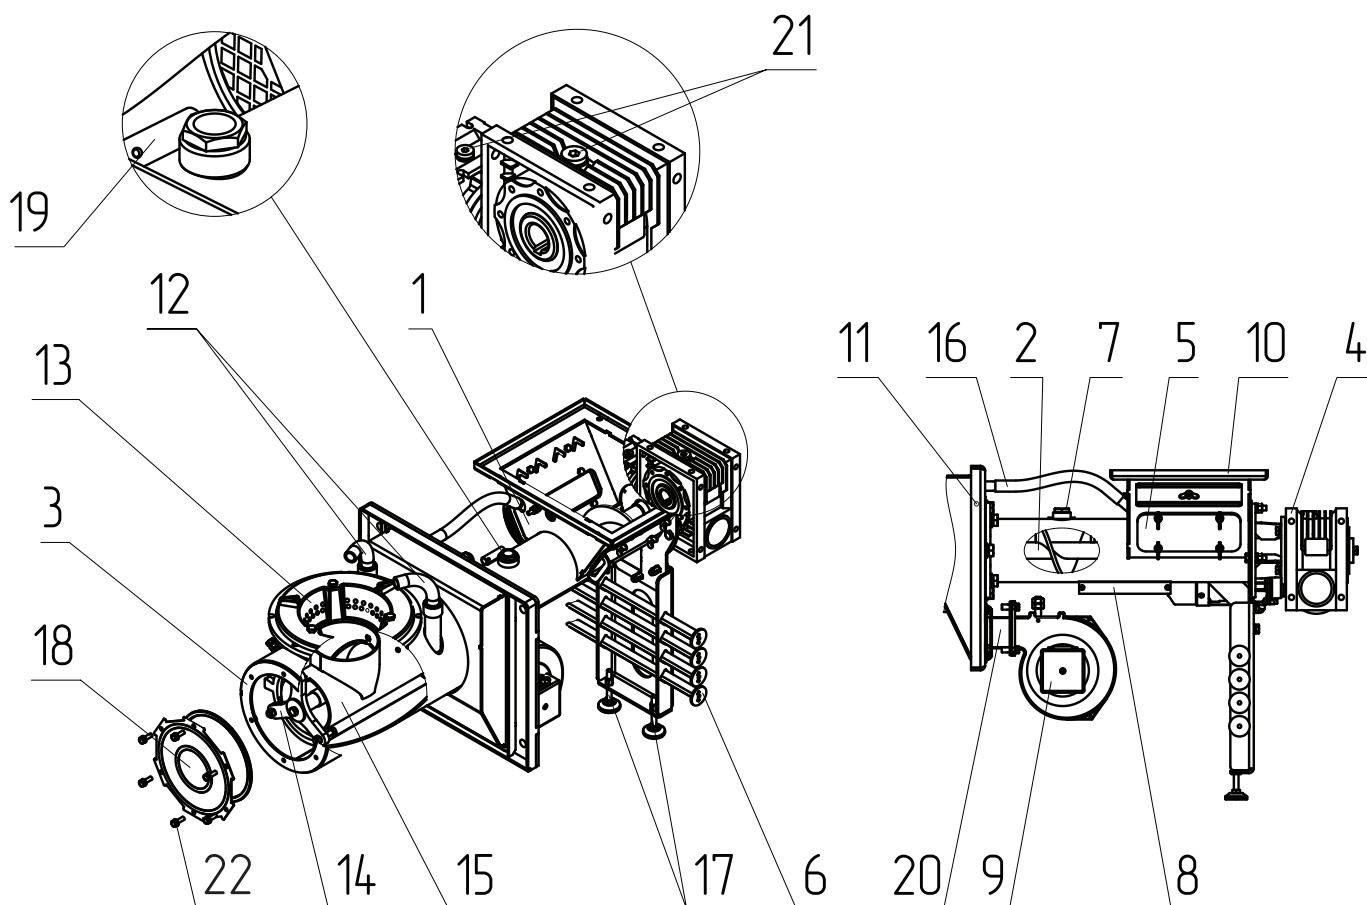

Рис.3 Конструкция механизм подачи топлива с горелкой котла
Для удобного обслуживания механизма подачи на его корпусе предусмотрен узел стоп уголь (**Рис.3, поз.6**) и прочистной лючок (**Рис.3, поз.5**) с помощью которых можно заблокировать подачу топлива из топливного бункера в механизм подачи и очистить механизм от посторонних предметов, создающих препятствие для его надлежащей работы.
1. Соедините горелку с теплообменником котла (**Рис.1, поз.1**) соединив фланец горелки (**Рис.3, поз.11**) с окном для установки горелки (**Рис.2, поз.6**);
2. Выставьте ее по уровню с помощью регулируемой опоры (**Рис.3, поз.17**);